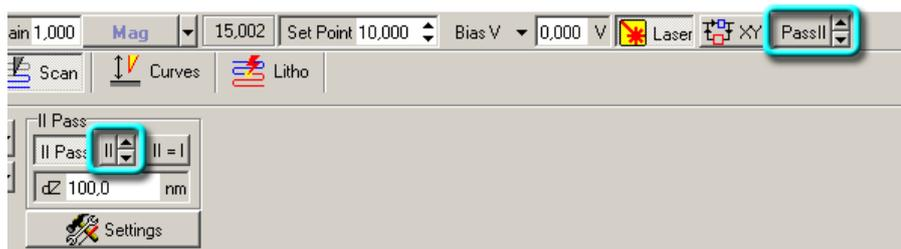

Рис. 9-37. Переключатели настроек первого и второго проходов
1. Установите один из переключателей в положение «второй проход», как показано на (Рис. 9-37).